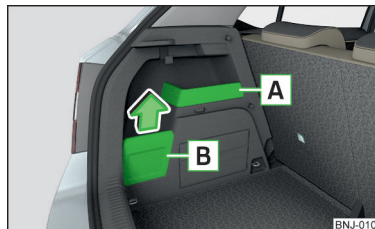

Abb. 99
- Das am Haken aufgehängte Gepäckstück, falls möglich, in das Ablagefach **B** » Abb. 99 auf Seite 88 einlegen, anderenfalls besteht die Beschädigungsgefahr der Ablagefachabdeckung.
- Wird am Haken ein Gepäckstück mit einem Gewicht von mehr als 2,5 kg aufgehängt, dann empfehlen wir, die Ablagefachabdeckung **B** » Abb. 99 auf Seite 88 abzunehmen, anderenfalls besteht die Beschädigungsgefahr der Ablagefachabdeckung.
Ablagefächer » Abb. 99
➤ Die Abdeckung des Ablagefachs **B** in Pfeilrichtung abnehmen » Abb. 99.
Das Ablagefach **A** » Abb. 99 ist zum Ablegen von kleinen Gegenständen bis zu einem Gesamtgewicht von 1,5 kg geeignet.